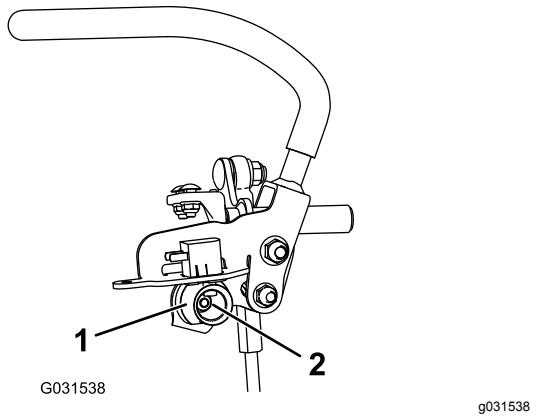

Figura 70
7. Allentate il dado che regge la camma (Figura 70).